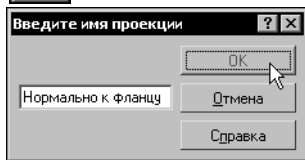

Рис. 82.4. Ввод названия ориентации
2. Нажмите в нем кнопку **Добавить** и введите название новой ориентации (рис. 82.4).